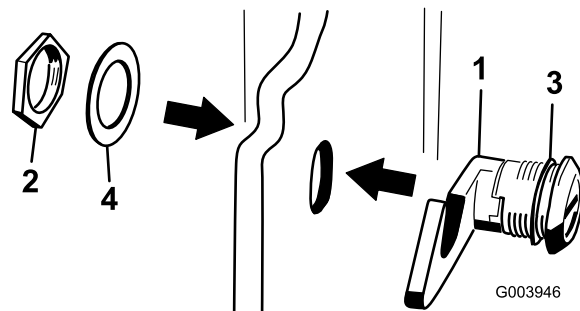

Рисунок 5
3. Выверните гайку с узла защелки капота (Рисунок 5).
4. С наружной стороны капота вставьте конец защелки с крюком через отверстие в капоте и убедитесь, что резиновая уплотнительная шайба осталась на наружной стороне капота (Рисунок 5).